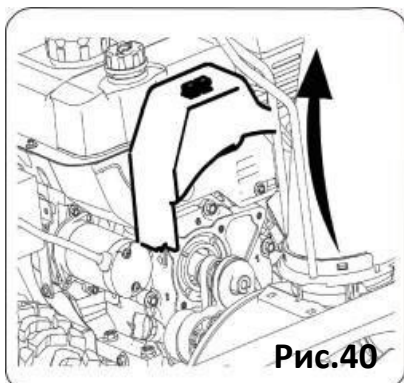

Рис.40
- Снимите крышку в передней части двигателя, сняв два винта см.рис.40.